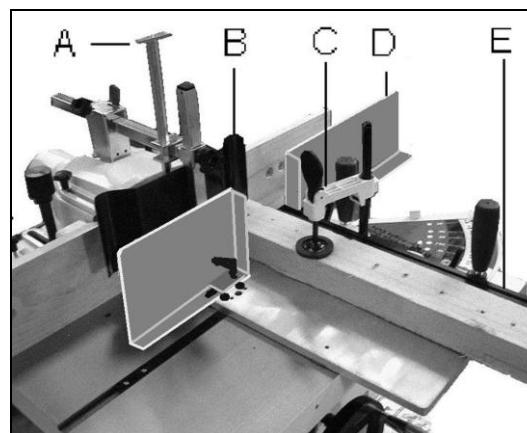

Fig 25
Der Werkstück-Niederhalter (C, Fig 25) und das Gehrungslineal mit Anschlag (E) gewährleisten die Stabilität des Werkstückes während der Bearbeitung.